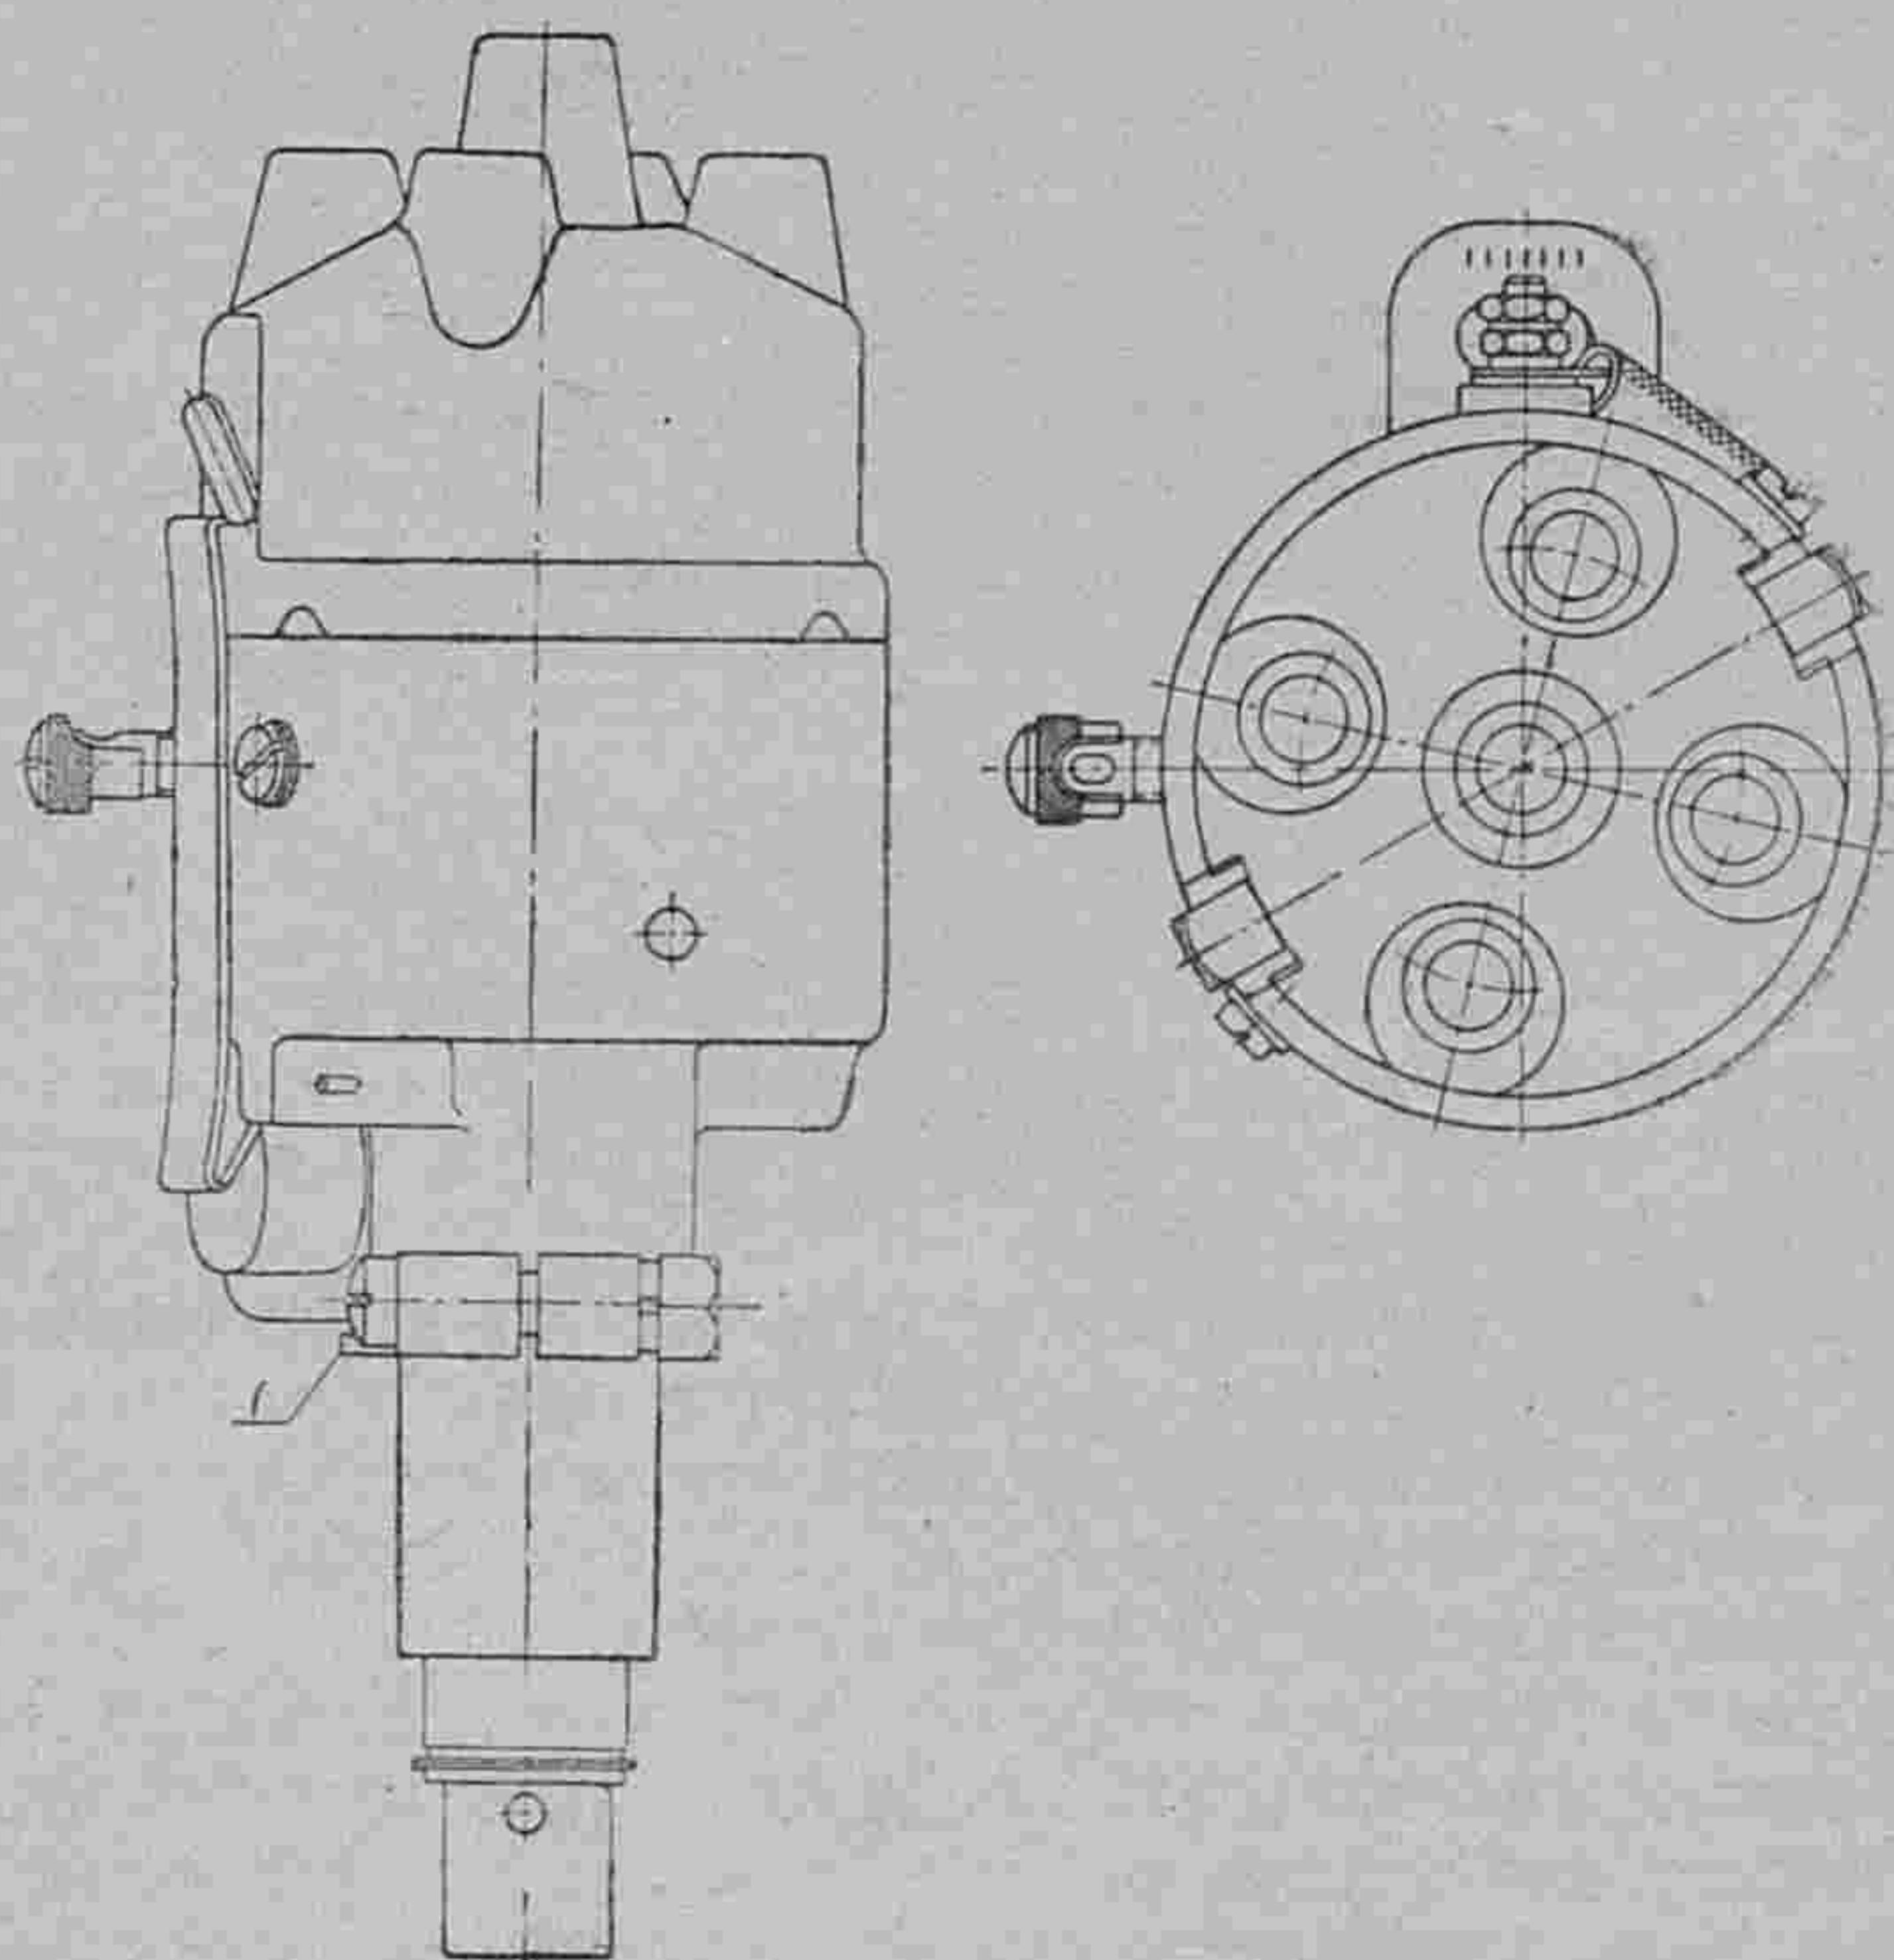

Рис. 14. Распределитель:
Распределитель-прерыватель (рис. 14) имеет автоматический регулятор опережения. Центробежный автомат регулятора установлен на валике распределителя, внутри корпуса распределителя, создает добавочное опережение, в зависимости от числа оборотов двигателя. **Никогда не следует избирать центробежный автомат, во избежание нарушения его регулировки.**
2. Отпустить затяжной винт (1) (рис. 14 и 16) установочной скобы распределителя.
3. Закрепить винтом (2) установочную скобу к двигателю так, чтобы головка винта находилась по середине прорези установочной скобы.